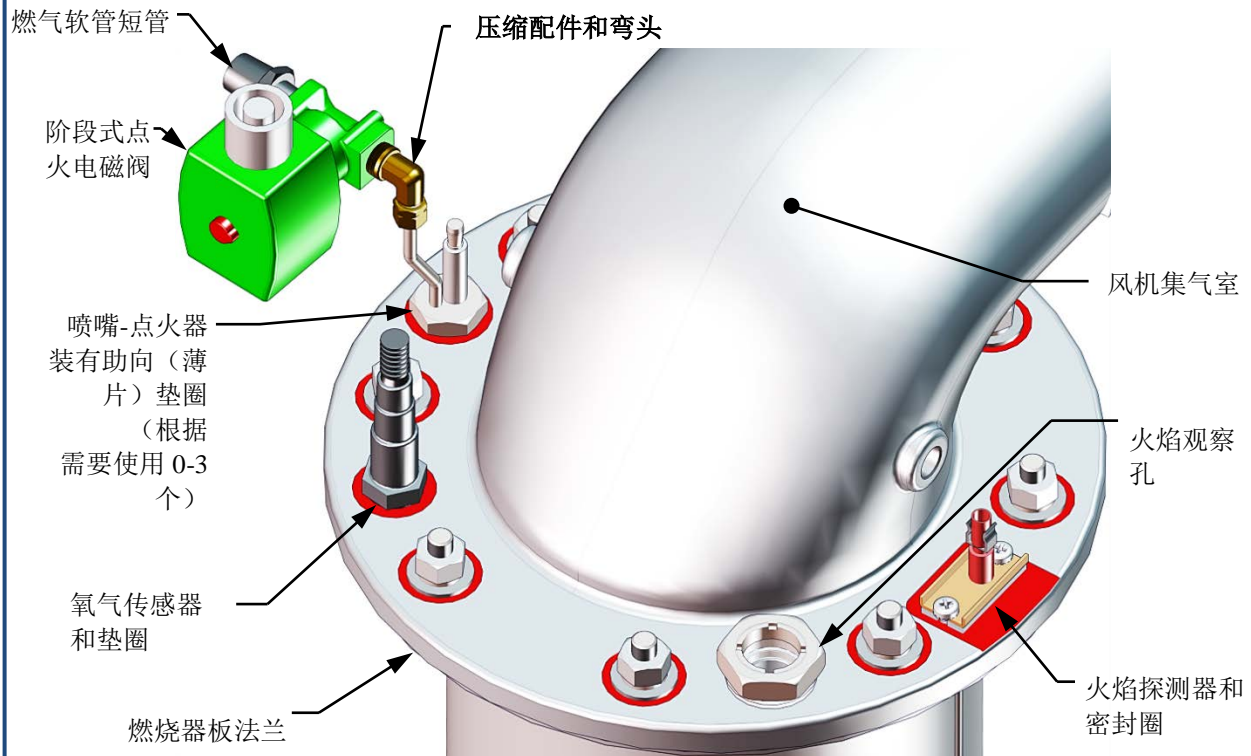

图 7-2: 点火器-喷嘴和火焰探测器安装详细情况
4. 参见图 7-2 中的局部分解图。用 7/16" 开口扳手断开用于将点火器-喷嘴的燃气注入管固定到阶段式点火组件弯管的压缩螺母。将阶段式点火组件从点火器-喷嘴上断开。
4. 拆下两 (2) 个将火焰探测器固定到板上的螺钉 (图 7-2)。火焰探测器分别由一 (1) 个 #10-32 螺钉和一 (1) 个 #8-32 螺钉固定到燃烧器板上。
2. 抓住顶部手柄，直接拉出，以从设备上拆下顶部护罩。这将使护罩与侧部面板上的四 (4) 个针脱离。
3. 从安装在燃烧器板上的火焰探测器拆下导线。参见图 7-2。
4. 拆下两 (2) 个将火焰探测器固定到板上的螺钉。火焰探测器分别由一 (1) 个 #10-32 和一 (1) 个 #8-32 螺钉固定到燃烧器板上。
7. 使用 7/16 英寸开口扳手，断开用于将点火器-喷嘴的燃气注入管固定到阶段式点火组件弯管的压缩螺母（参见图 7-2）。将阶段式点火组件从点火器-喷嘴上分开。